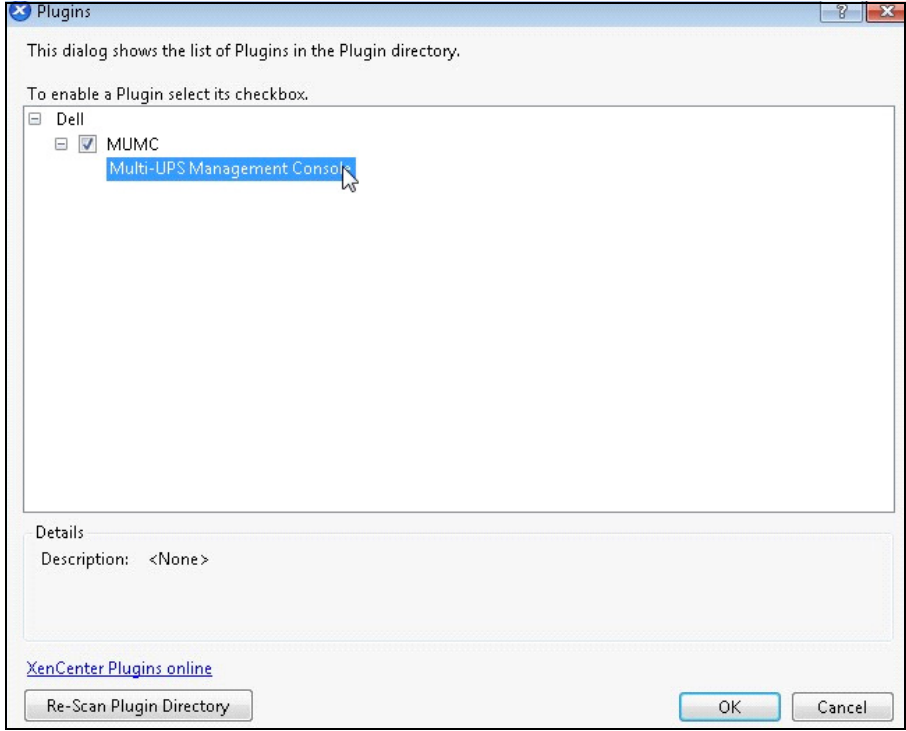

Abbildung 97. Plugin-Verzeichnis (Erneute Suche)
- Ist dies nicht der Fall, klicken Sie auf **Re-scan Plug-in Directory** (Plugin-Verzeichnis erneut durchsuchen) (siehe Abbildung 97).